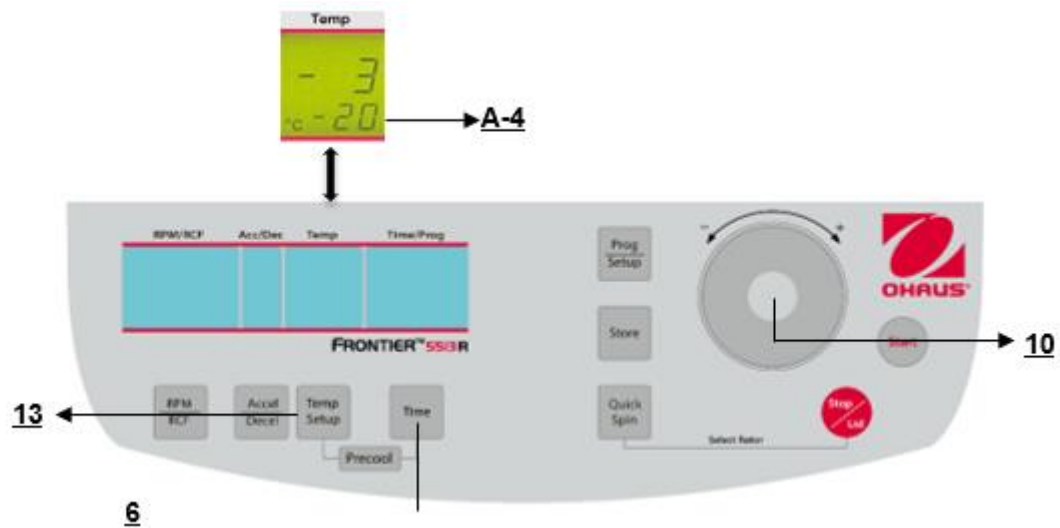

Abbildung. 17
3. Der dauerhafte Betrieb **"cont"**, der durch die Taste **"Stop/Lid"** (9) unterbrochen werden kann (siehe Abbildung 17).